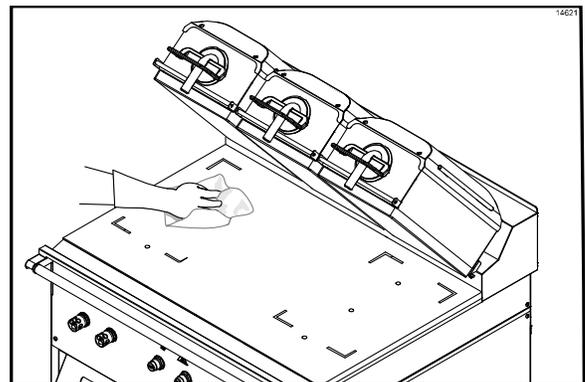

Figura 65
37. Enjuague la superficie inferior de la parrilla con un paño para parrillas limpio mojado con solución desinfectante. (Vea la figura 65.)